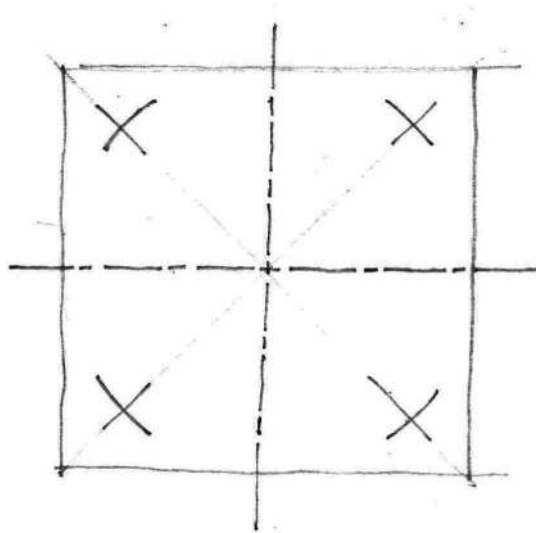

Figura 15. Trazado de circunferencia grande paso 2
Paso 2: Se marcan las longitudes del radio sobre las diagonales: Figura 15